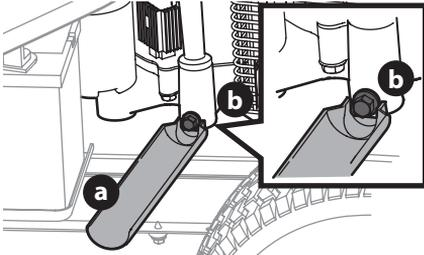
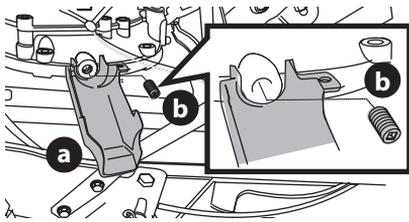

Figura 7
Figura 8
- Encaje a presión el extremo pequeño del manguito de drenaje de aceite (a) en el espacio previsto alrededor del tapón de drenaje de aceite (b). Consulte la Figura 7 o la Figura 8 para los dos posibles manguitos de drenaje de aceite y consulte la imagen correspondiente para su cortacésped.